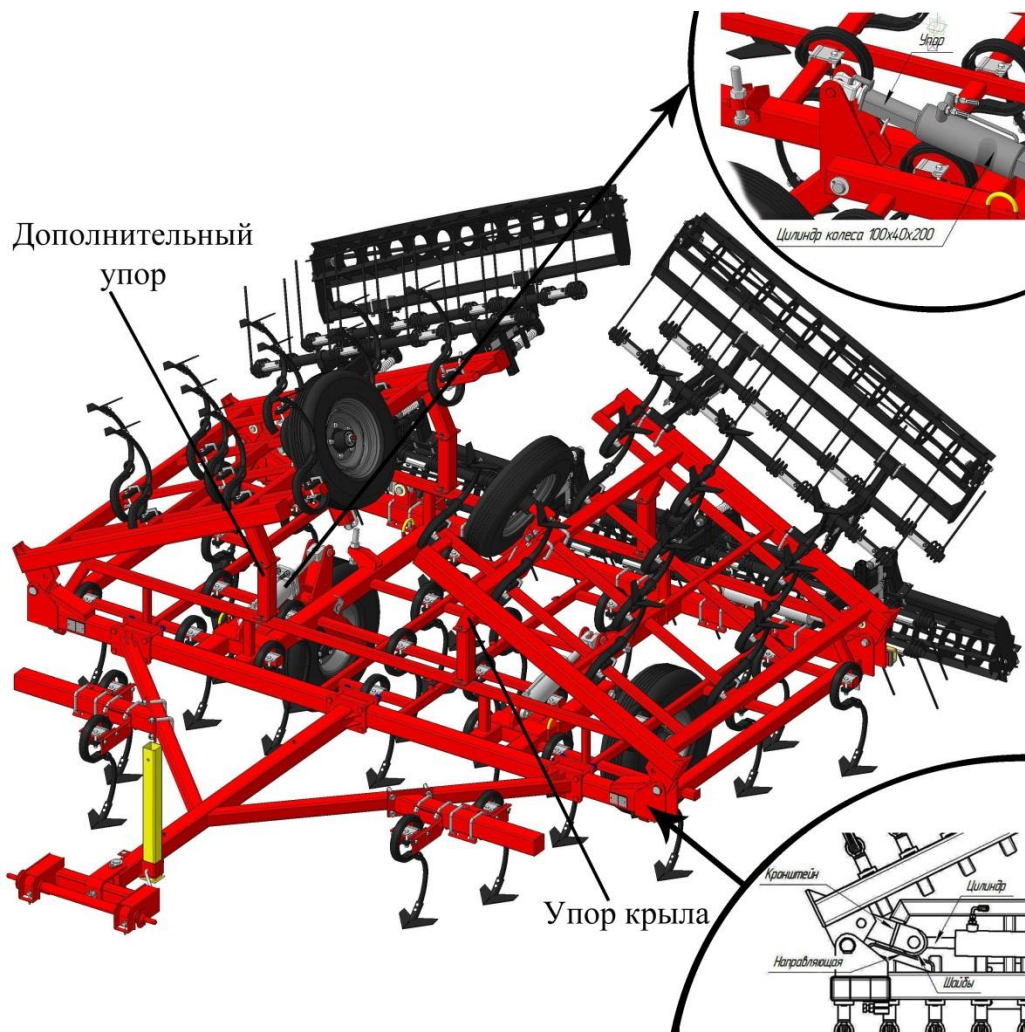

Рисунок 2 – Общий вид
4.1.13 Приподнять культиватор на ходовых колесах, установить упоры на гидроцилиндры (см. рис.2), заглушить двигатель трактора и установить стойки с кронштейнами (см. схему расстановки стоек).
- 4.3 Перевод культиватора в транспортное положение (см. рис.2).